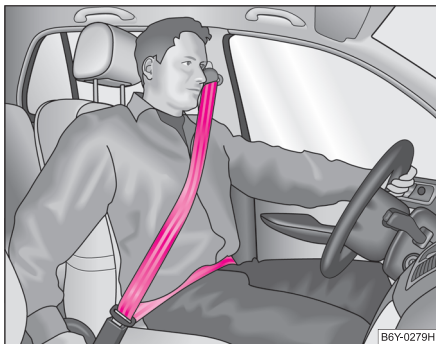

Fig. 110 Centura de siguranță pentru umăr și bazin
- Partea de umăr a centurii nu trebuie să treacă peste gât, ci aproximativ peste mijlocul umerilor și să aibă un contact ferm cu corpul. Partea din dreptul bazinului trebuie să aibă întotdeauna un contact ferm cu bazinul și să fie plasată cât mai jos ⇒ pagina 121, fig. 110. Îndreptați cu mâna banda centurii.